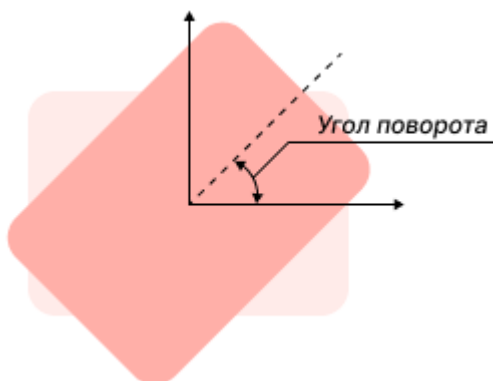

Рис. 138 Поворот апертур
- Угол поворота – величина угла поворота горизонтальной осевой линии апертуры против часовой стрелки, значение может быть задано в диапазоне 0 – 359° с шагом 1°, см. Рис. 138.